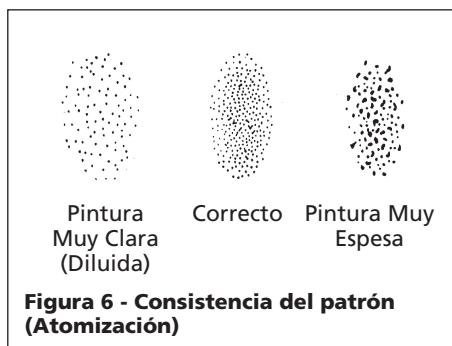

Figura 6 - Consistencia del patrón (Atomización)
4. Oprima el gatillo rápidamente mientras gira la perilla de control en sentido contrario al de las agujas del reloj. Observe el patrón en la pieza de prueba y ajuste la perilla de control de fluido hasta que obtenga el patrón (atomización) deseado (Vea la Figura 6).